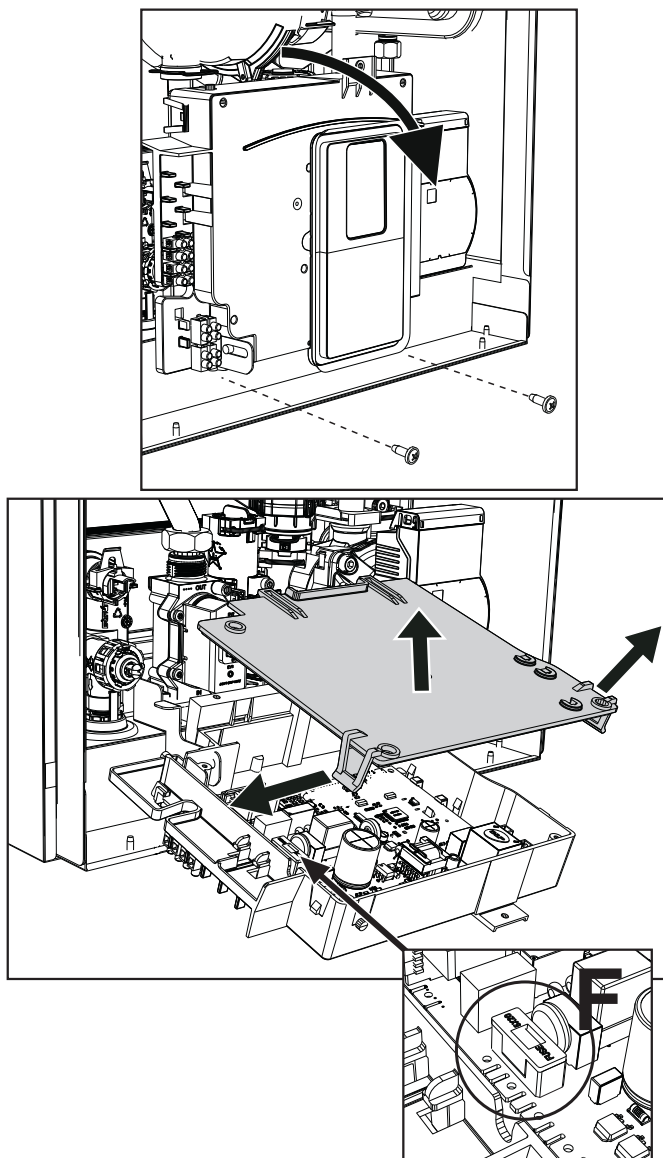

fig. 30
Seguindo las indicaciones de fig. 30, es posible acceder al fusible (F).